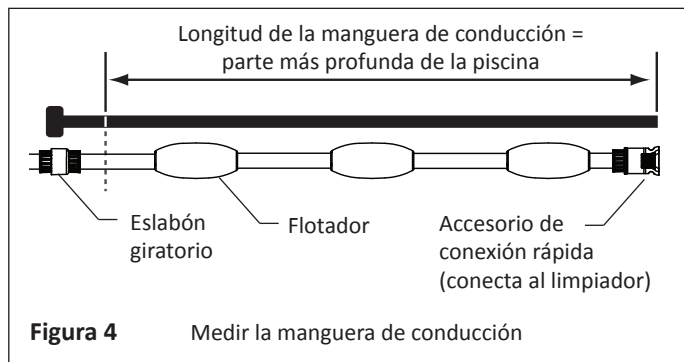

Figura 4
2. Si la profundidad de la piscina es menor a 10 pies [3 metros], desconecte la manguera de plomo gris claro suave sección primera etiqueta válvula de respaldo con eslabón giratorio. Corte la manguera de conducción de manera tal que la longitud sea igual a la parte más profunda de la piscina. Véase Figura 4.